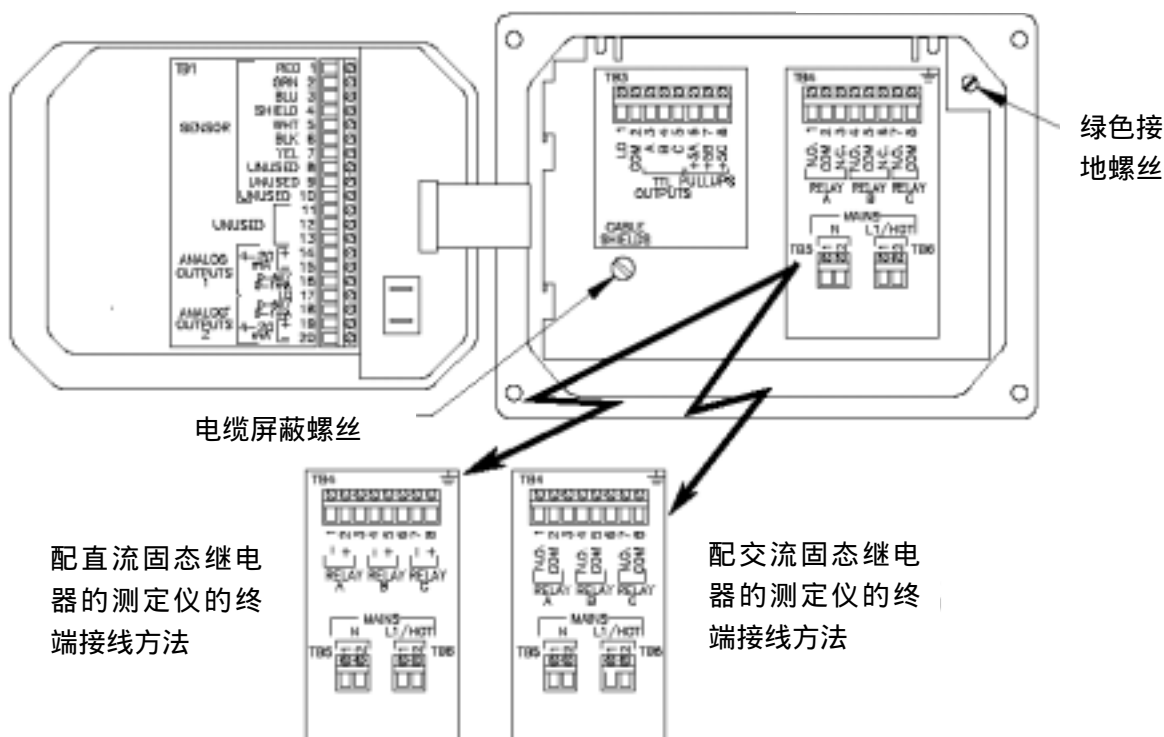

图 2-3 测定仪接线端子分配图
要看到电气连接用的接线端子，需要打开左边铰接的外壳门，并拧下四个紧固螺丝。图 2-3 显示了接线端子的排列和各端子的用途分配情形（在门的背面和测定仪外壳的底部）。
参考图 2-3 来连接 D.O.传感器 :
接线提示 :请采用高质量的、带屏蔽的仪器用电缆来连接模拟输出。为了尽量避免电磁噪声的干扰,请按照图 2-3 中所示的 “ 电缆屏蔽螺丝 ” 进行电缆屏蔽的连接。
接线提示：请采用高质量的、带屏蔽的仪器用电缆来连接 TTL 输出。为了尽量避免电磁噪声的干扰，请按照图 2-3 中所示的“**电缆屏蔽螺丝**”进行电缆屏蔽的连接。
1. 将地线接到测定仪的绿色接地螺丝，它位于 TB4 的右侧（如图 2-3 所示）。